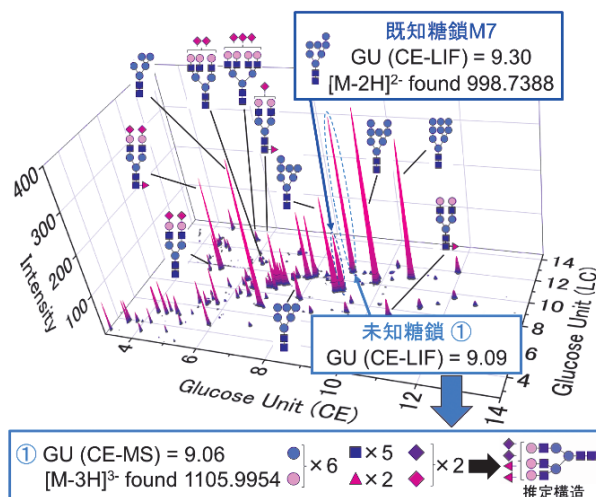

図1 HeLa 細胞由来 N 結合型糖鎖の LC/CE-LIF-MS 多次元分析結果
そこで本研究では、質量分析 (MS) に適合する泳動液を新開発し、従来の LC/CE 二次元分離に MS 構造解析と LIF 定量分析を任意に組み合わせることで、感度と構造決定能を兼ね備えた糖鎖解析パイプラインを構築した。本研究ではまず糖標品を用いて分析性能を検証した後、がん細胞由来 N 結合型糖鎖の解析を行った。最適化した泳動液により、LC/CE-LIF 二次元分析で検出下限 2.5 pM の超高感度分析と高分子含有泳動液と同等の分離能を達成し、同条件下で安定な negative ESI モード CE-MS 検出も実現した。さらに、動電過給濃縮法 (EKS) 法を導入することで CE-MS における高効率オンライン濃縮を可能とし、生体試料由来糖鎖の MS/MS 解析基盤を確立した。HeLa 細胞由来 N 結合型糖鎖解析では、補正検出時間 glucose unit (GU) 値を指標として LC/CE-LIF の分離情報と CE-MS の構造情報を統合し、未知糖鎖の構造推定が可能であることを実証した (図1)。本手法は、今後糖鎖データベースの拡充や構造解析精度の向上を通じて、生体試料中糖鎖バイオマーカー探索へ幅広く応用されると期待される。